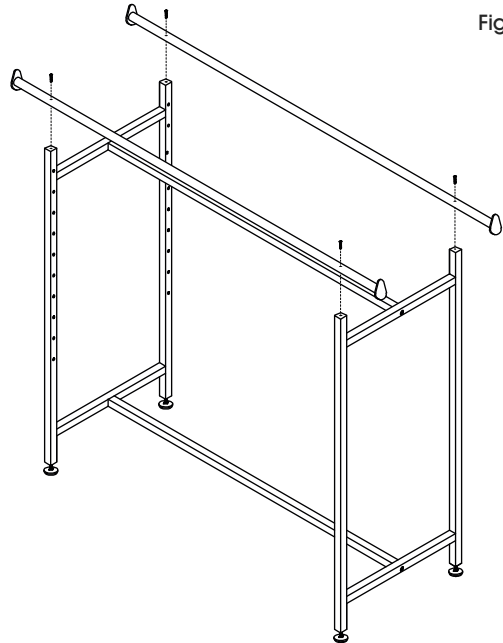

Figure 3
4. Align holes in hangrails over holes in posts. Attach the hangrails to the posts using two bolts per hangrail and the enclosed allen wrench. (See Figure 3)
4. Alignez les trous tringles avec les trous dans les montants. Fixez les tringles aux montants à l'aide de deux boulons par tringle et de la clé Allen fournie. (Voir Figure 3)